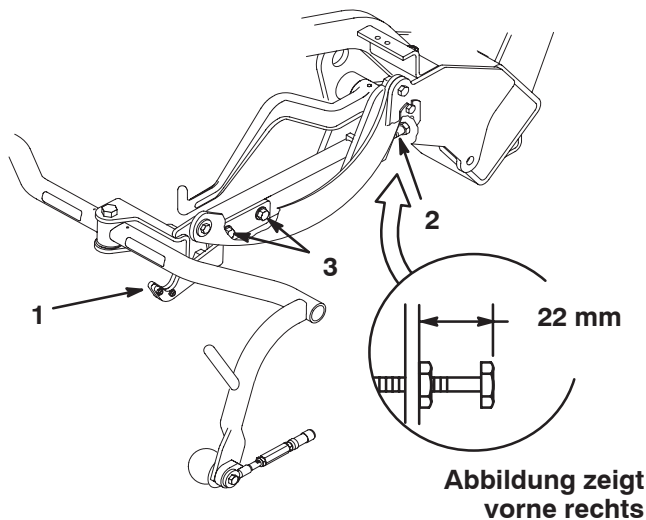

Bild 21
Prüfen Sie die Transporthöhe (Bild 21) und stellen Sie sie ggf. folgendermaßen ein:
2. Stellen Sie sicher, dass der Abstand zwischen dem oberen Ende der Einstellschraube des Trägersrahmens (Bild 21) und dem Heck des Trägersrahmens 22 mm beträgt.
3. Lockern Sie die Befestigungsschrauben der Transportplatte (Bild 21).
6. Wenn die Trägersrahmen nicht dieselbe Höhe aufweisen, lösen Sie die Klemmmutter an der Einstellschraube des Trägersrahmens (Bild 21). Drehen Sie die Schraube raus, um den Trägersrahmen anzuheben, oder drehen Sie die Schraube rein, um ihn abzusenken. Ziehen Sie die Klemmmutter fest, wenn Sie die richtige Höhe eingestellt haben.